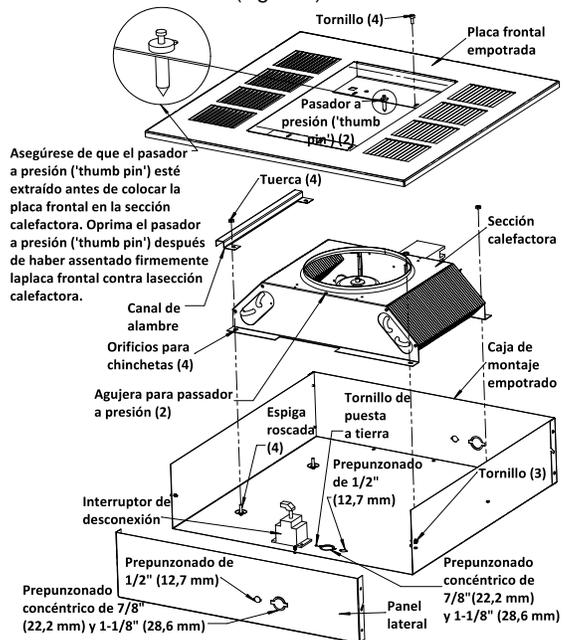

Figura 3
1. Extraiga la caja de montaje empotrado (Figura 3) de la caja que contiene el gabinete de montaje empotrado tipo FIE-REB-N or FIE-REBNW-W.
2. Quite los tres tornillos y el costado de la caja de montaje empotrado para facilitar el conexionado (Figura 3).
3. Retire uno de los troqueles que están cerca del tornillo de puesta a tierra e instale un conector de cables o conductos (Figura 3).
4. Instale el interruptor de desconexión opcional (si fuera necesario) como se indica en la Figura 3.
8. Posicione la sección calefactora sobre las espigas roscadas de la caja de montaje empotrado (Figura 3).
9. Empuje la sección del calefactor contra los pernos y coloque dos tuercas (incluidas) en los pernos para sujetar la mitad de la sección del calefactor opuesta a los cables enfundados a la caja empotrable. Empuje el cablecanal contra los pernos asegurándose de que los cables enfundados queden adentro del cablecanal y coloque dos tuercas (incluidas) en los pernos para sujetar el cablecanal y la otra mitad del calefactor a la caja empotrable. (Figura 3).
10. Extraiga la placa frontal empotrada (Figura 3) de la caja que contiene el gabinete de montaje empotrado tipo FIE-REB-N or FIE-REBNW-W.
NOTA: asegúrese de que el pasador a presión ('thumb pin') de cada extremo de la abertura de la rejilla de descarga esté extraído, para permitir que el cuerpo de estos pasadores encaje en los agujeros de la sección calefactora (Figura 3).
13. Instale y apriete firmemente los cuatro tornillos (suministrados) para asegurar la placa frontal empotrada a la sección calefactora (Figura 3).